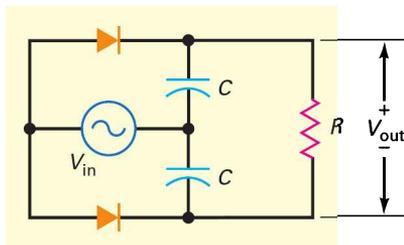

Figure 4.47
4.49 Si I_{in} vaut $40I_{eff}$ sur la figure 4.47 et si la constante de temps RC est beaucoup plus grande que la période de la tension source, que vaut I_{out} ? Pourquoi ?